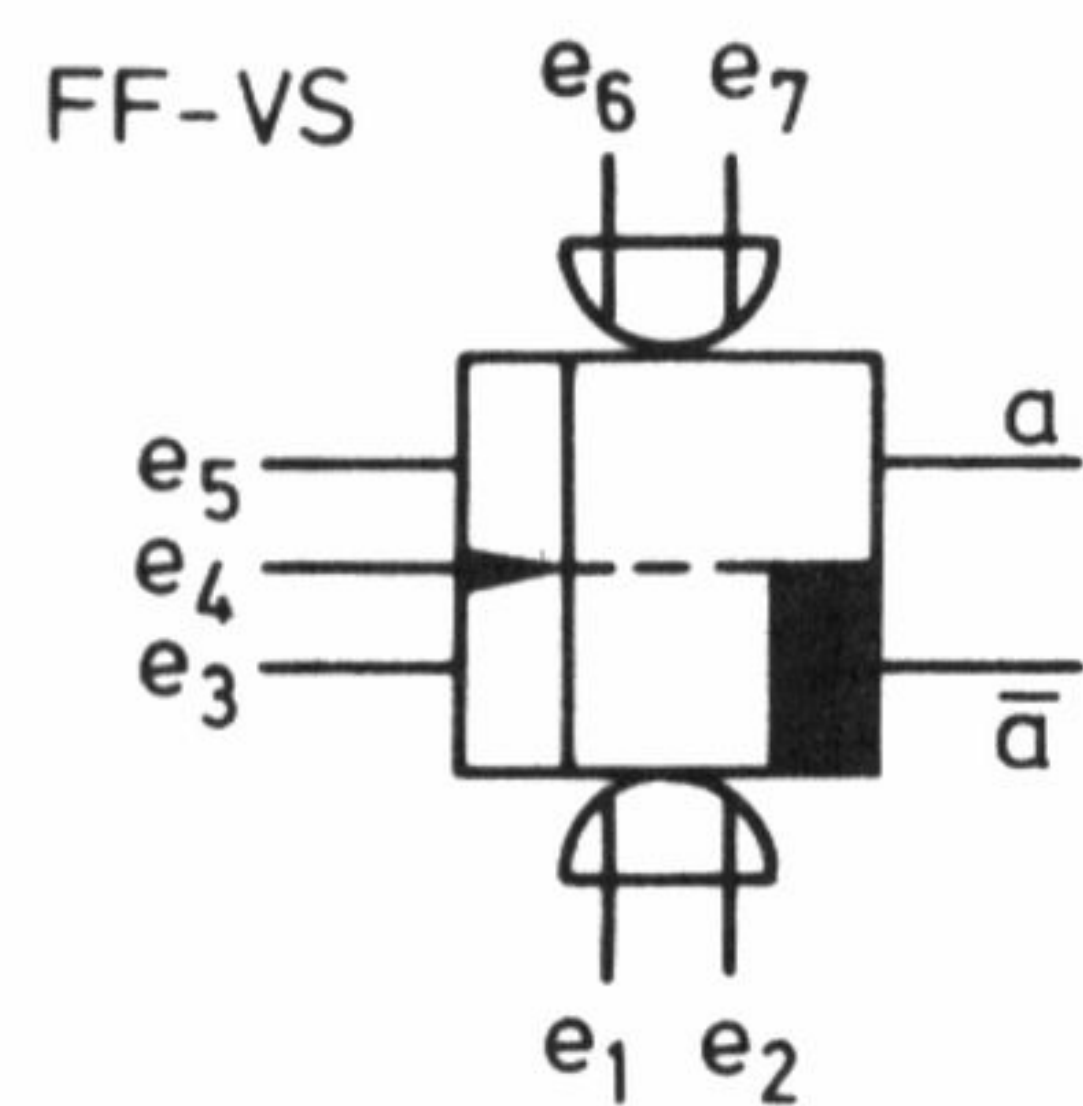

Bild 7.55: Blocksymbol dynamisch angesteuerte Kippstufe mit Vorbereitung und zusätzlichen statischen Eingängen (FF-VS).
- mehrere „dynamisch angesteuerte Kippstufen mit Vorbereitung und zusätzlichen statischen Eingängen FF-VS“ (Bild 7.55).